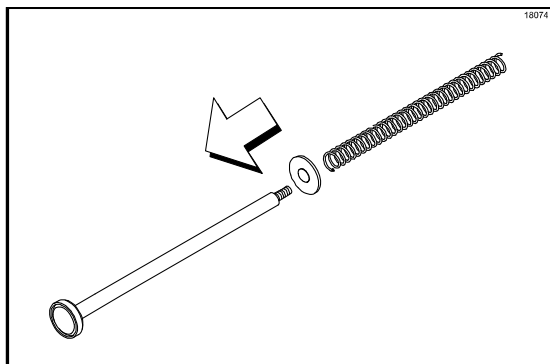

Figura 88
3. Instale a arruela e a mola no conjunto do êmbolo. (Veja a Figura 88.)